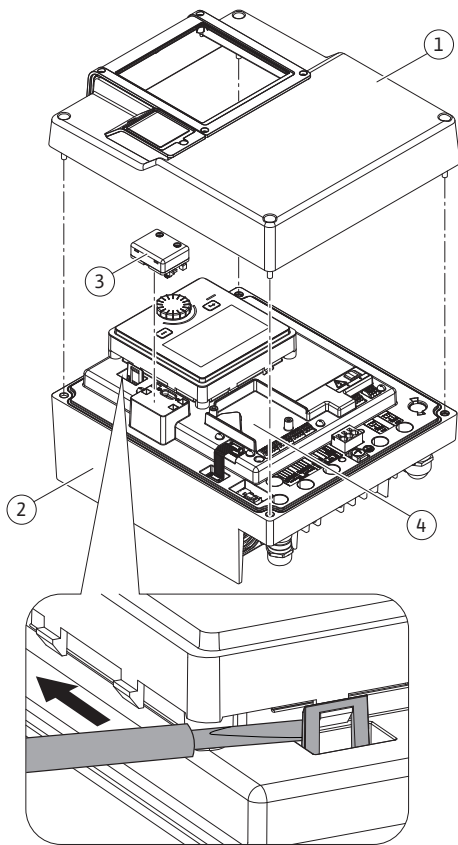
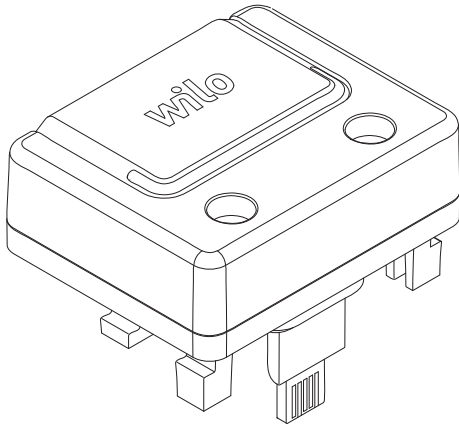

Fig. 25: Elektroniikkamoduuli
Fig. 26: Wilo-Smart Connect BT -moduuli
1. Avaa pikalukot (Fig. 25) varovasti työkalulla (esim. ruuvitaltalla).
Wilo-Smart Connect BT -moduulin (Fig. 25, pos. 3 ja Fig. 26) Bluetooth-rajapinta on tarkoitettu yhteyden muodostamiseen mobiilipäätelaitteisiin, kuten älypuhelimien ja tablettiin. Wilo-Assistant-sovelluksessa on Wilo-Smart Connect -toiminto. Pumpua voidaan käyttää, säätää ja sen tietoja lukea Wilo-Smart Connect -toiminnon avulla. Katso tietoa asetuksista luvusta "Käyttöönotto" [► 163].
1. Avaa elektroniikkamoduulin yläosan neljä ruuvia (Fig. 25, pos 1; Fig. I, pos. 2).
3. Liitä Wilo-Smart Connect BT -moduuli sille tarkoitettuun Wilo-Connectivity Interface -rajapintaan. Katso Fig. 25, pos. 3.
CIF-moduuleja (lisävarusteet) käytetään pumppujen ja kiinteistöhallintajärjestelmän väliseen tiedonvaihtoon. CIF-moduulit liitetään elektroniikkamoduuliin (Fig. 25, pos. 4)